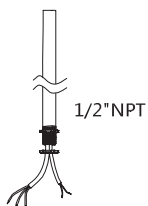

Fig. 8
1. Desserrer les écrous du raccord NPT 1/2 po. (Fig. 8)